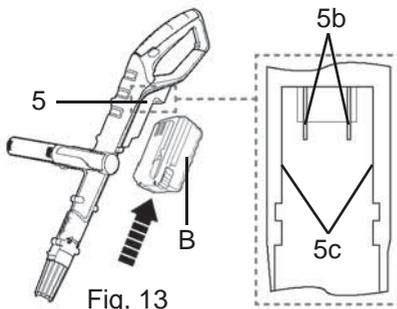

Fig. 13
- > Alignez la batterie (B) avec les rainures (5b) situées dans le port (5) puis faites-la coulisser jusqu'à ce qu'elle se verrouille en position (Fig. 13).